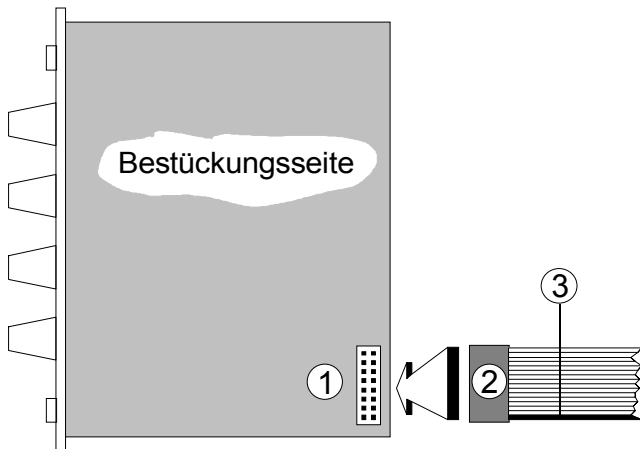

Abb. 1: Montage des Flachbandkabels am Modul
- Ziehen Sie den Steckertrafo von der Buchse ① ab.
- Schließen Sie das jedem Modul beiliegende **Flachbandkabel** an den **Bus-Stecker des Moduls** (s. ① in Abb. 1) an. In der Regel ist dieser 16-polig, bei einigen Module aber auch nur 10-polig. Suchen Sie beim Flachkabel die passende, aufgepreßte Buchse (s. ② in Abb. 1) aus und drücken Sie diese vorsichtig auf den Bus-Stecker des Moduls.
Achten Sie darauf, daß die **farbige Markierung des Kabels** beim Blick auf die Bestücksseite **unten** liegt (s. ③ in Abb. 1) und daß die Buchsen **bündig** (nicht seitlich versetzt) auf den Steckern sitzen, da andernfalls die Module bei Inbetriebnahme zerstört werden!